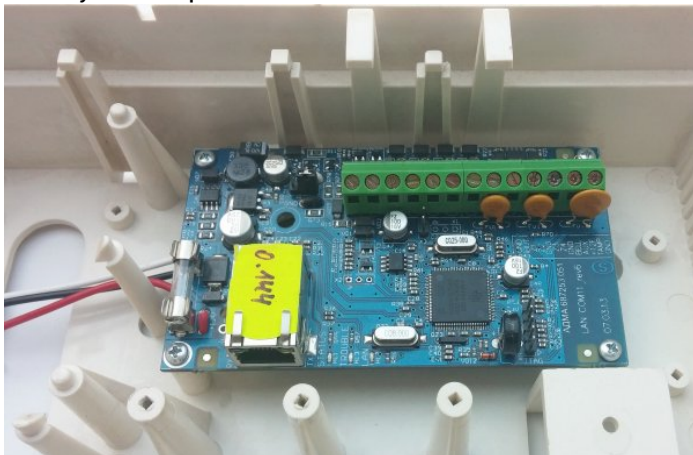

Рисунок 33. Коммуникатор «LanCom» rev.15 в корпусе прибора
2. Установить коммуникатор в корпус (рисунок 33) и подключить его (рисунок 44);